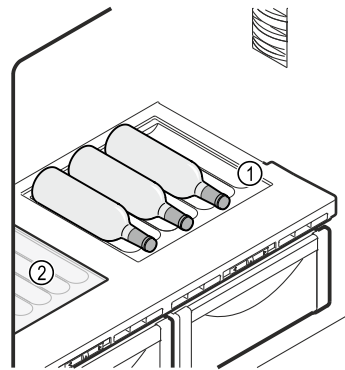

Fig. 189 Примерное изображение
- ▶ Установите стеклянную пластину Fig. 189 (2) под сменной полкой для хранения бутылок.